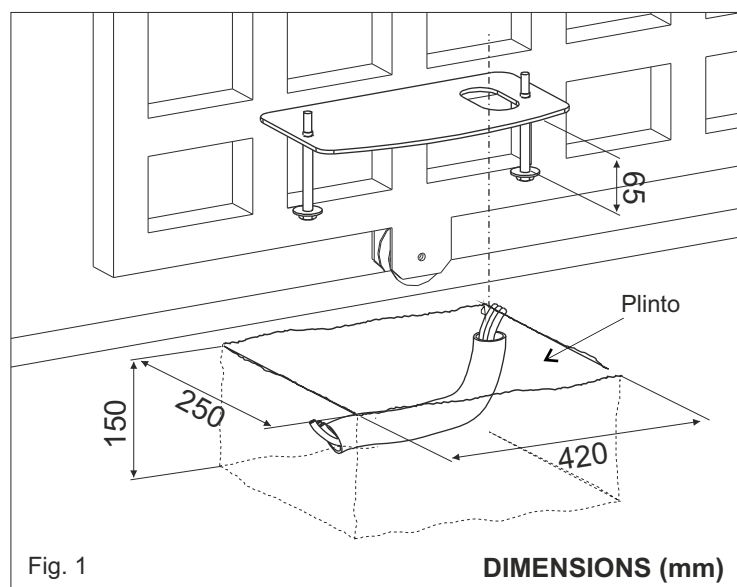

Fig. 1
2.1. Prévoir, en se basant sur les mesures reportées dans Fig. 1, une petite place de béton ou y sera murée la plaque de fondation et les boulons d'ancrage.